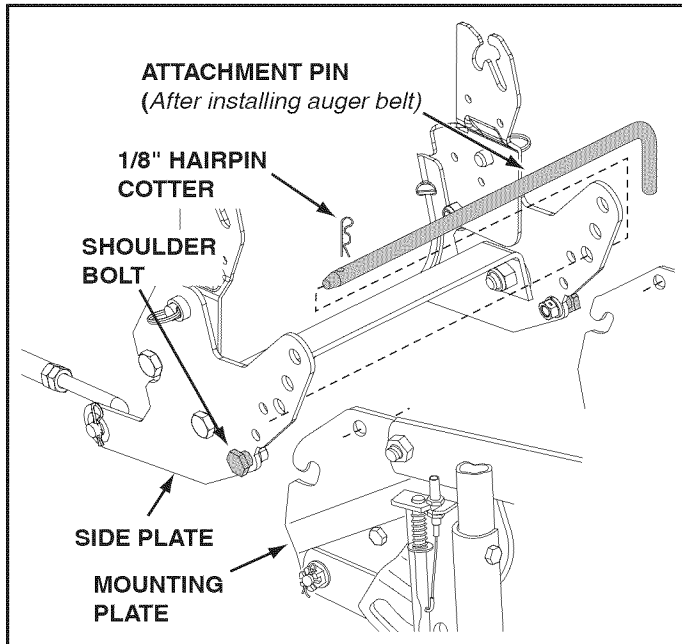

FIGURE 22 RIGHT SIDE VIEW
STEP 22: (SEE FIGURE 22)
STEP 25: (REFER BACK TO FIGURE 22 ON PAGE 14)